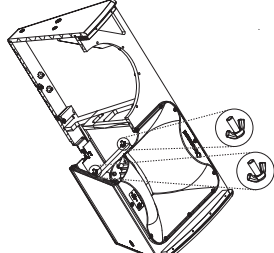

Fig. 3
4. Sięgnij przez wnękę głośnika basowego i poluzuj dwie nakrętki motylkowe mocujące wspornik głośnika kompresyjnego (rys. 3).
10. Dokręć nakrętki motylkowe z powrotem do klamry mocującej wkrętaka kompresyjnego (rys. 3).